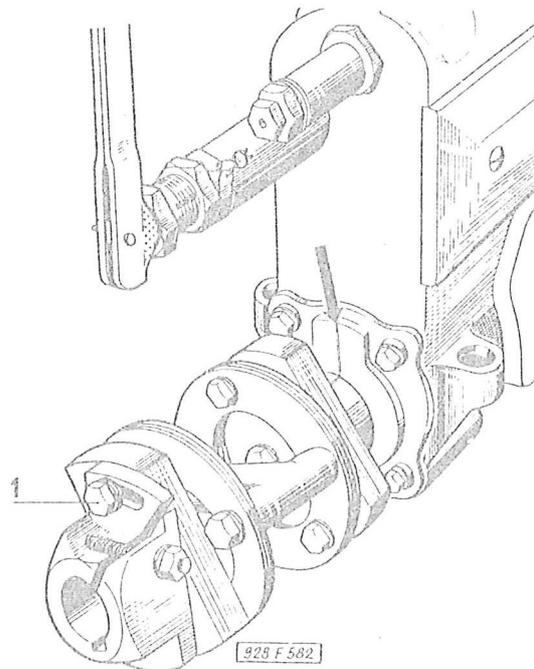

Abb. 03-81 Einstellung der Kupplung der Antriebswelle
47. Auf die Welle der Einspritzpumpe die Lamellenkupplung anbauen. Den Riss (Marke) am getriebenen Teil der Kupplung genau gegenüber dem Riss am Einspritzpumpen-Gehäuse einstellen (Abb. 03-81). Die Pumpe bei der Einhaltung dieser
Stellung der Kupplung gegenüber dem Gehäuse auf die Antriebswelle und gleichzeitig in die Lagerung schieben. Die Pumpe zur Lagerung anschrauben. Halten die Neigung der Pumpe (ungefähr 20° von der senkrechten Achse), nach dem Ausschnitt im oberen Deckblech, aus dem der Oberteil der Pumpe herausragt, bei. Falls beim Einbau der Pumpe die gegenseitige Lage der Risse (Marken) nicht eingehalten werden kann, werden zwei Schrauben gelockert (Abb. 03-81 - Pos. 1) und der Mitnehmer verdreht. Dann beide Schrauben sowie auch die Schraube, mit der der Mitnehmer zur Antriebswelle geklemmt ist, festziehen. Die Kraftstoffleitung vom Grobfilter zur Kraftstoff-Förderpumpe, von der Pumpe zum Kraftstoff-Feinfilter und vom Filter zur Einspritzpumpe anbauen. Weiters sind die Rohre für die Zuleitung und den Abfluss des Öles und die Kraftstoff-Abflussleitung aus der Kraftstoffpumpe anzubauen.